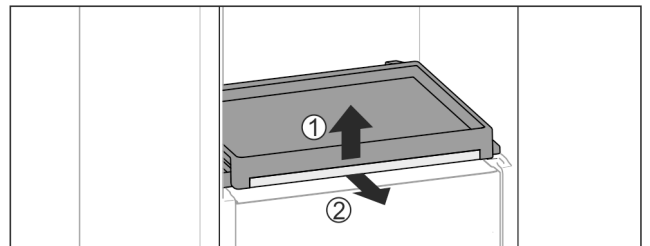

Fig. 77
- ▶ Uitschuifplateau met glasplaat eruit halen: Glasplaat aan de voorkant licht omhoog tillen Fig. 77 (1) en vanaf de voorkant eruit trekken Fig. 77 (2).